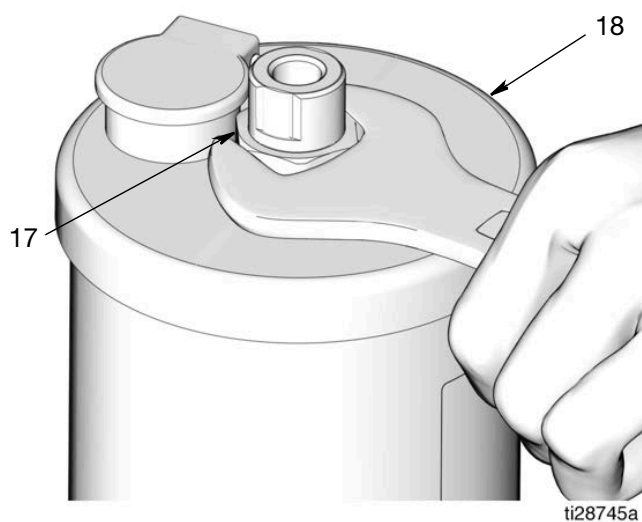

FIG. 14
9. Guarnizioni del serbatoio (10)
Utilizzare una chiave per allentare e rimuovere il dado (17) dal coperchio del serbatoio (18) (FIG. 14).